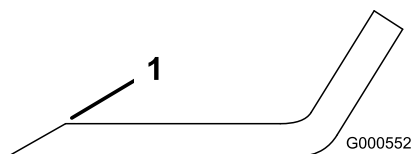

Figure 58
1. Au moyen d'une lime, aiguisiez les tranchants aux deux extrémités de la lame (Figure 58).
**Remarque:** Si la lame est déséquilibrée, limez un peu l'extrémité de l'ailette seulement (Figure 58).